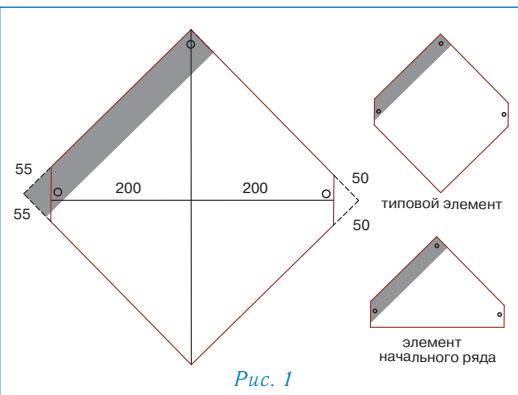

Рис. 1
- Типовые элементы ПРЕСТИЖ ВЕРСАЛЬ выкраиваются из листов ПРЕСТИЖ КОМПАКТ (рис. 1);
- Элементы начального ряда формируются из типовых элементов ПРЕСТИЖ ВЕРСАЛЬ (рис. 1), укладываются по линии карниза в обе стороны от линии AD и фиксируются по нижнему краю битумной мастики и тремя гвоздями (рис. 3а).